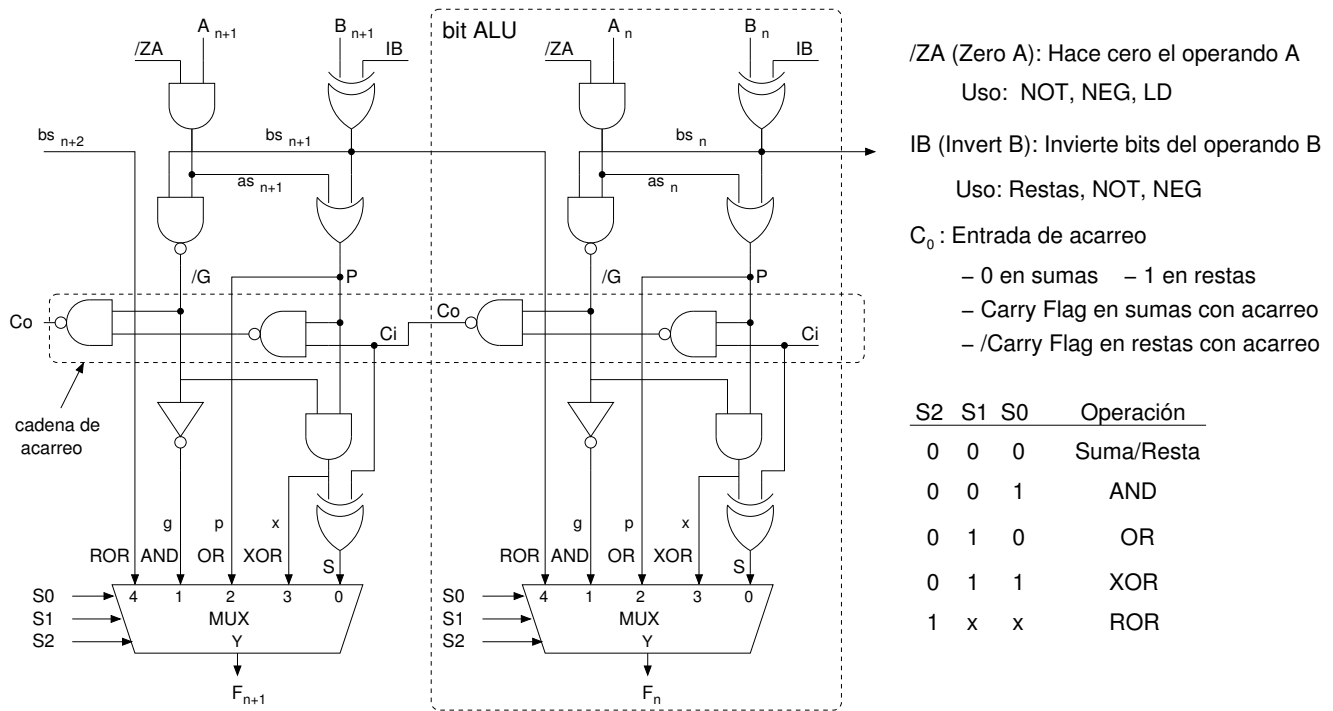

Figura 4: Esquema de un bit de la ALU y su interconexión con el bit adyacente
En esta revisión se ha sustituido la ALU original por una versión simplificada. Si bien la ALU es un bloque combinacional que se sintetizará mediante una descripción funcional de hardware en Verilog, el tipo de circuito que aspiramos obtener como resultado de la síntesis es el de la figura 4. Observar que ya no es posible obtener en la salida F una copia de A, pero esto ya no es necesario pues la instrucción LD ahora pone los datos en la entrada B de la ALU. Asimismo, la lógica es más simple al recurrir a la estrategia de acarreo generado (G) y propagado (P), lo que reduce el tamaño de las puertas lógicas a sólo dos entradas.